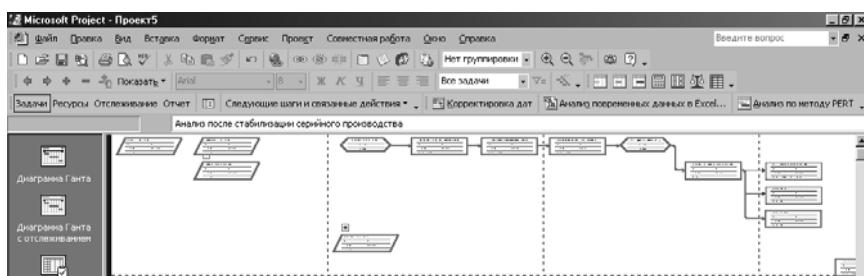

Рис. 60. Приклад сітьової діаграми у MS Project
- Задати перелік робіт та віхів проектів згідно з рис. 60.